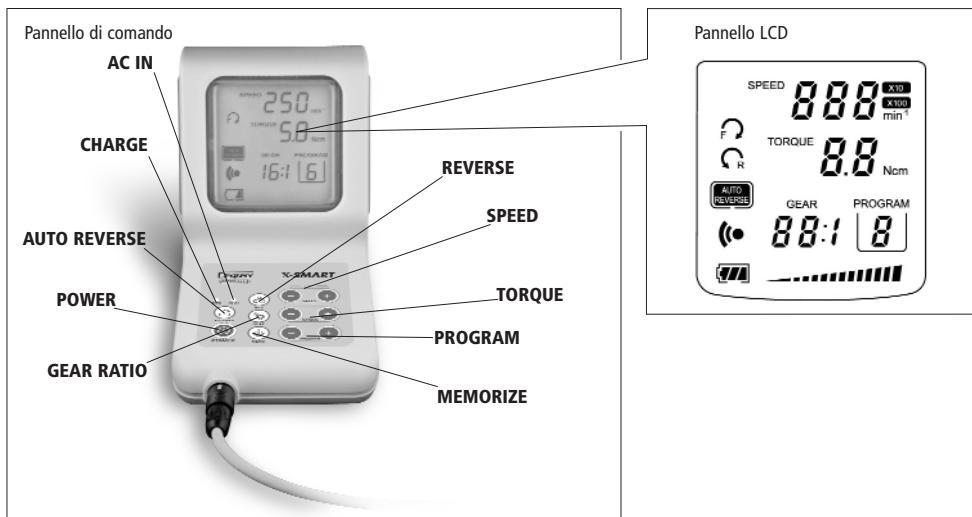

Fig. 2
- Si veda Fig. 2 "Pannello di comando e pannello LCD."